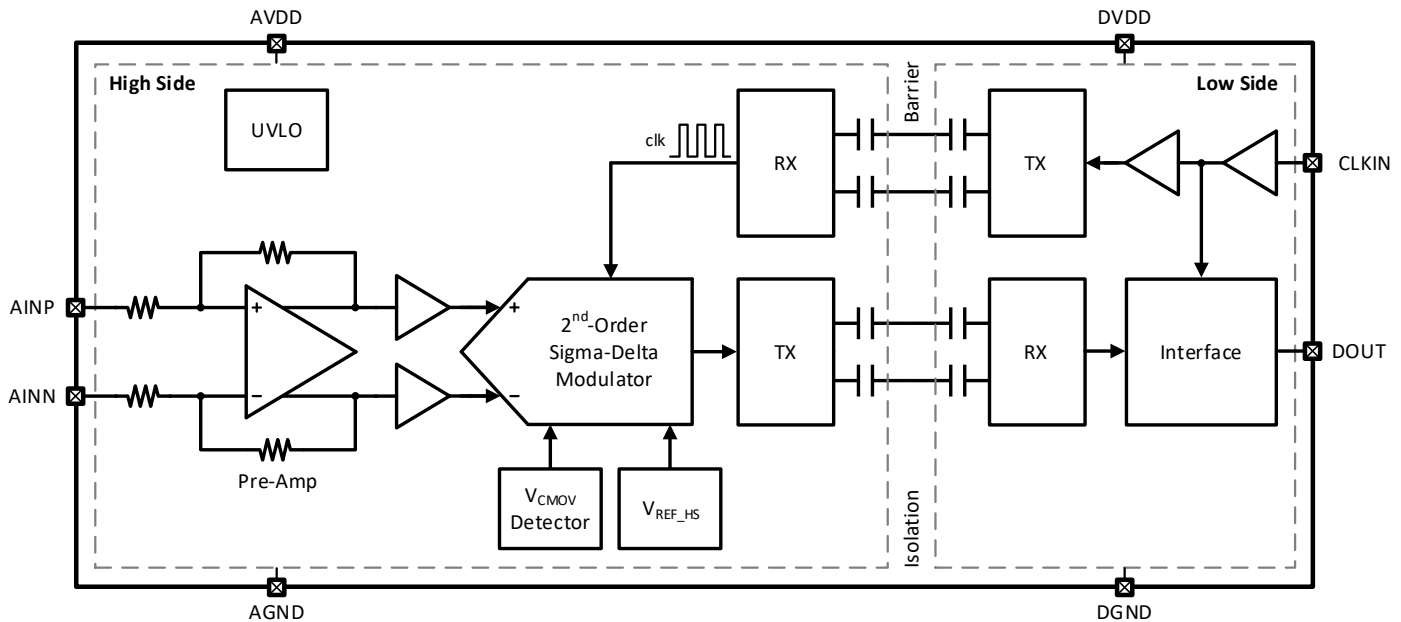

图 8-1 CA-IS1204 功能框图
CA-IS1204 器件是一系列为基于分流电阻的电流检测而优化的高精度隔离式 Sigma-Delta ($\Sigma\Delta$) 调制器。功能框图如图 8-1 所示。在高边，全差分运放先对分流电阻上的压降预放大然后驱动二阶 Sigma-Delta ($\Sigma\Delta$) 调制器。该调制器将模拟信号转换成 1 位的数字位流。为了在基于二氧化硅的隔离层的信号传输，数字位流通过使用简单的开关键控 (OOK) 调制方案和高频载波进一步调制。接收机 (RX) 在低边将接收到的调制信号恢复成原始的数字位流。为了整个芯片的同步，外部时钟被发送回高边，确保所有的时钟同源。输出位流与外部时钟在 CLKIN 引脚处同步。在额定输入范围内，串行位流 1 的密度和模拟输入电压幅度成正比 (详见数字输出小节)。外部时钟输入有助于在系统层面的多通道电流检测的同步。